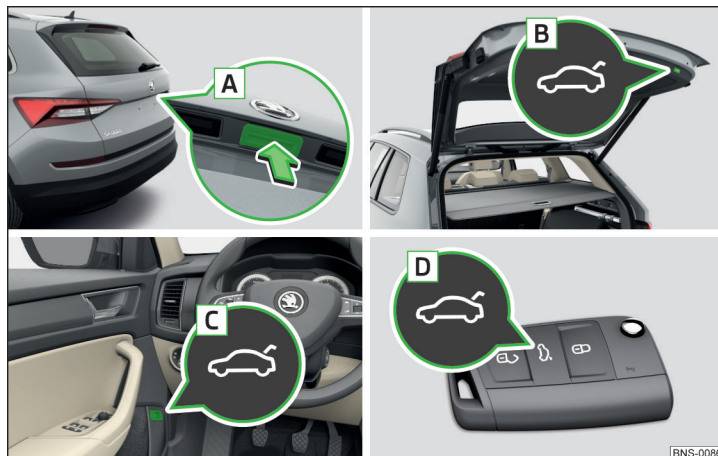

Fig. 61 Actionnement du capot
- ▶ En appuyant sur la poignée **A** » fig. 61.
- ▶ En appuyant sur la touche **B** » fig. 61.
- La touche **A** » fig. 61 est désactivée lors du démarrage ou à partir d'une vitesse supérieure à 5 km/h. La touche est réactivée après l'arrêt du véhicule et l'ouverture d'une porte.
- Appuyez sur la touche **B** » fig. 61 à la page 70 jusqu'à entendre un signal sonore.
Le capot ne réagit pas à aucun signal d'ouverture	Enlevez l'obstacle éventuel (par ex. neige), ouvrez à nouveau le capot » page 70 Appuyer sur la poignée A » fig. 61 à la page 70 et tirer le capot vers le haut